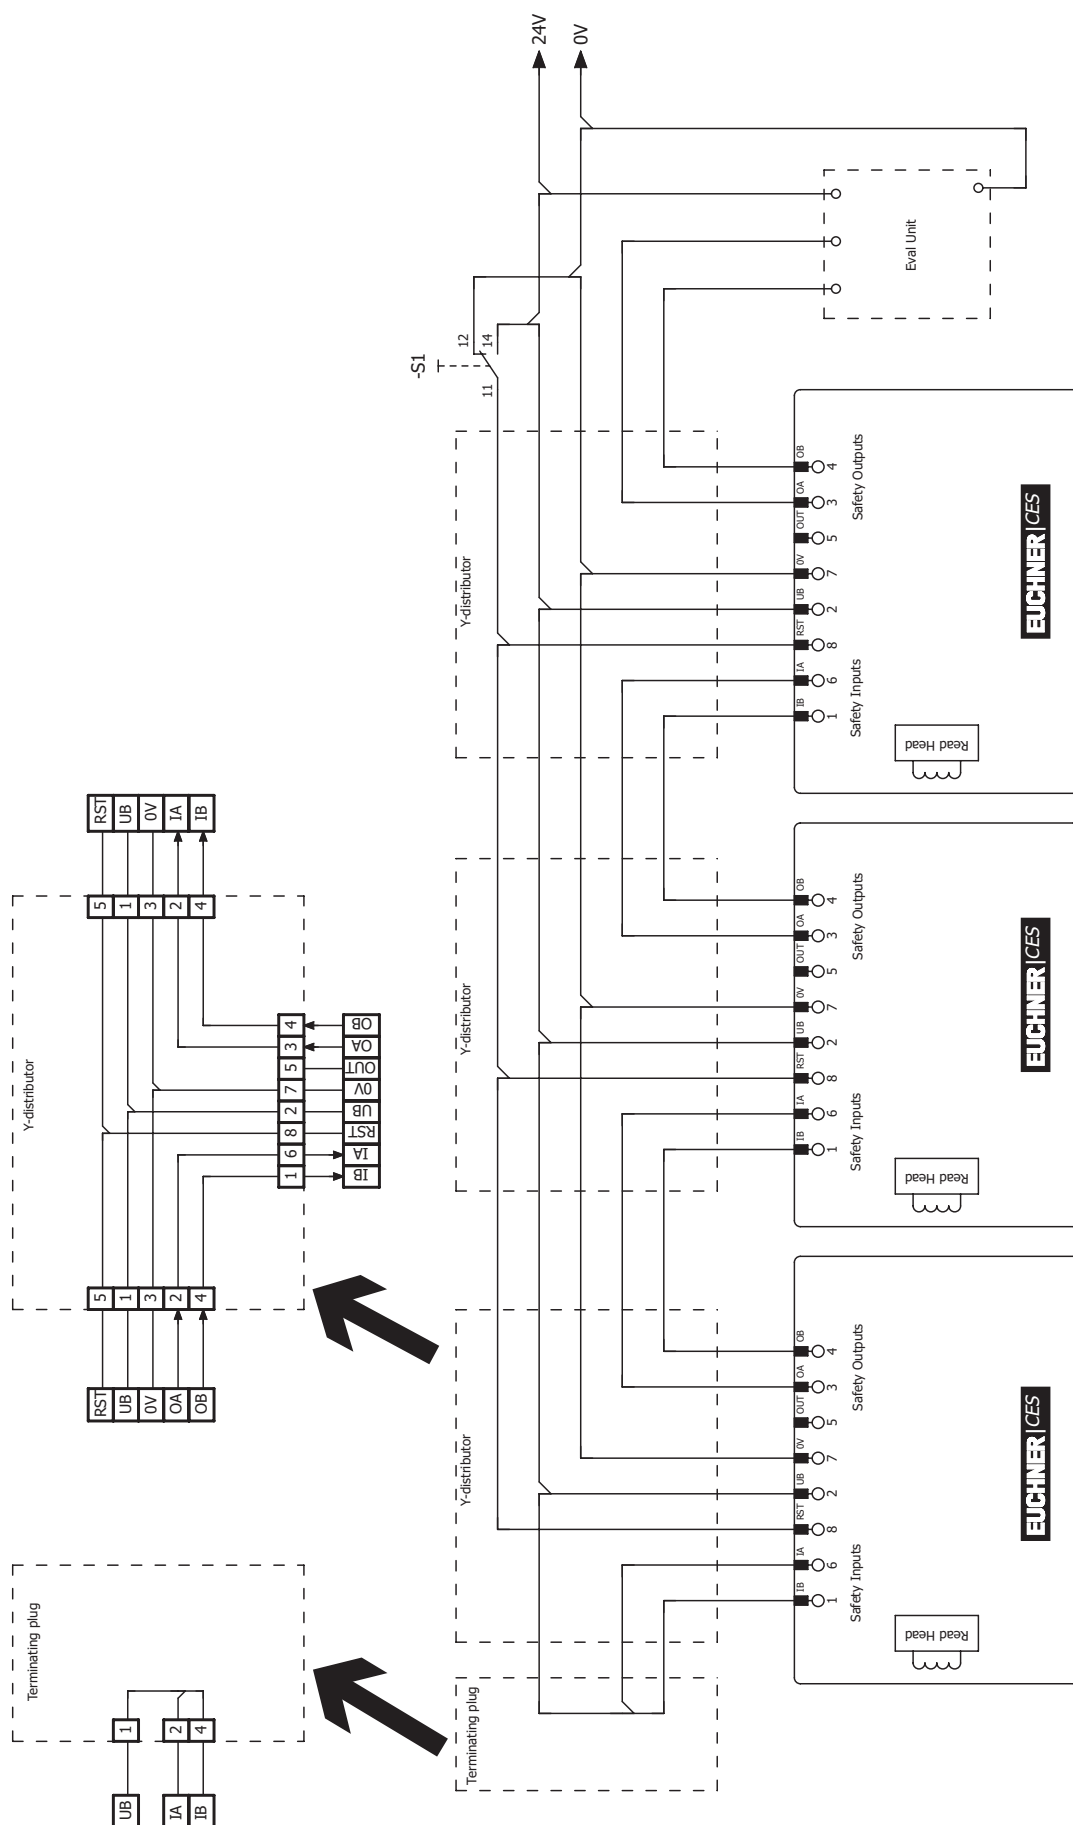

Fig. 4: Esempio di collegamento in serie con reset e deviatore
- › Si dovrà utilizzare un segnale comune per tutti i finecorsa di una catena. Questo potrebbe provenire da un deviatore oppure dall'uscita di un sistema di controllo. Un pulsante, in questo caso, non è idoneo poiché durante l'esercizio il reset deve sempre essere applicato a GND (vedi finecorsa S1 alla Fig. 4 a pagina 19).
Perché questo sia possibile, l'ingresso RST deve essere collegato come illustrato alla Fig. 4 a pagina 19.